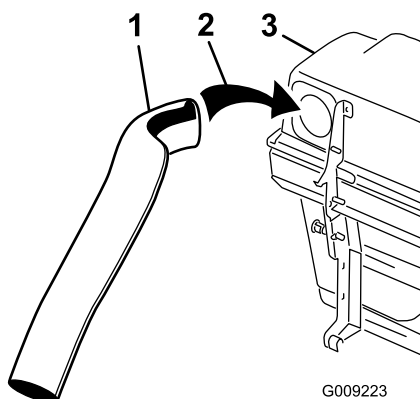
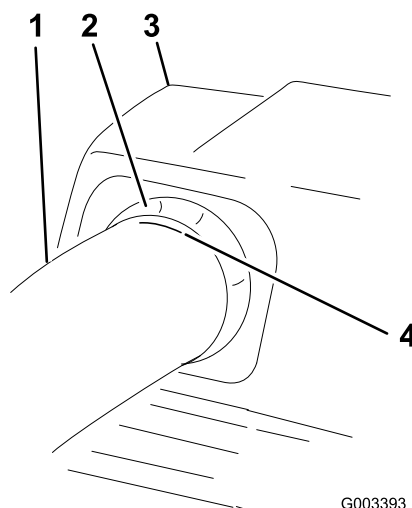

Figura 22
Figura 24
5. Installate il tubo superiore nell'apertura dell'insacatrice e tiratelo indietro estraendolo in modo che la tenuta di gomma si sporga fuori (Figura 22 e Figura 24).
7. Una volta raggiunta la misura di 19 mm, segnate il tubo superiore sull'esterno nel punto in cui la tenuta di gomma sporge all'infuori. Questo viene segnato per assicurare la posizione corretta per il tubo superiore quando si praticano i fori e si collegano i tubi superiore e inferiore (Figura 24).